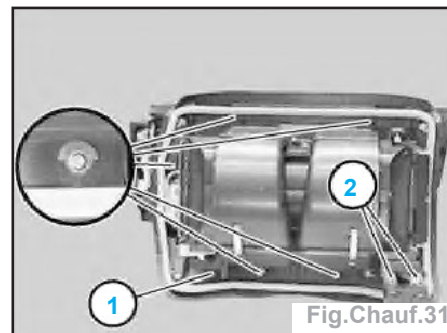

Fig. Chauff.31
- Soulever le carter de soufflante (1) et dégager le tube à paroi double (2) (Fig. Chauff.31).